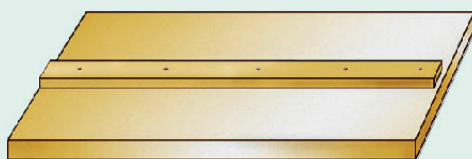

图1-42 宽木板条加窄木板条示意图
(1) 取宽木板条，将其两端用小木块支撑起来，在木板条的中央向下施加压力，观察并体验木板条变形的情况。
(2) 取一条窄木板条，用胶水和小铁钉将其紧固于宽木板条的中央（图1-42）。重复步骤(1)。
(3) 逐渐叠加窄木板条，重复步骤(2)。
(4) 整理试验记录（可参照表1-2，自行设计记录表），讨论，得出结论。
(5) 撰写试验报告。